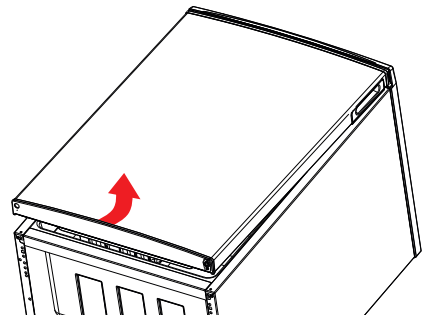

Abb. 3
- ▶ Heben Sie mit beiden Händen die Kühlraumtür unten leicht an und ziehen Sie die Kühlraumtür aus dem oberen Scharnier heraus (Abb. 3).